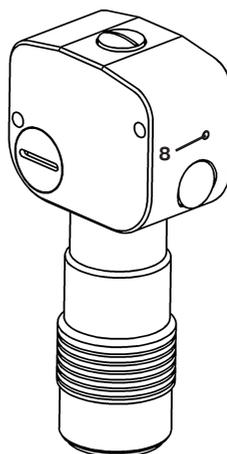

Рис. 15. Сброс параметров.
- Нажмите кнопку RESET (2, Рис.15) осторожно острым предметом (например скрепкой).